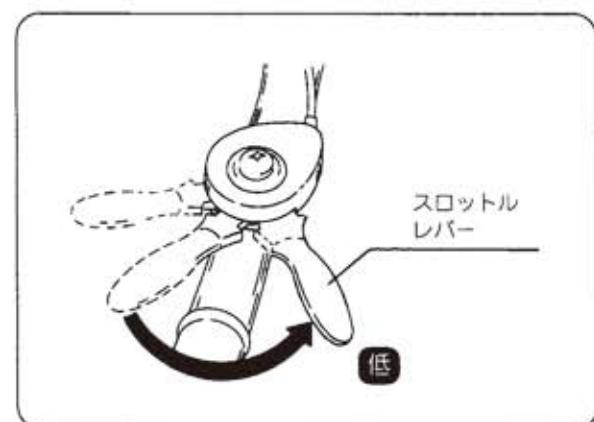

図29
- ①スロットルレバーを【低速】位置にもどし、停止スイッチを【OFF】位置にしてください。(図29・30)